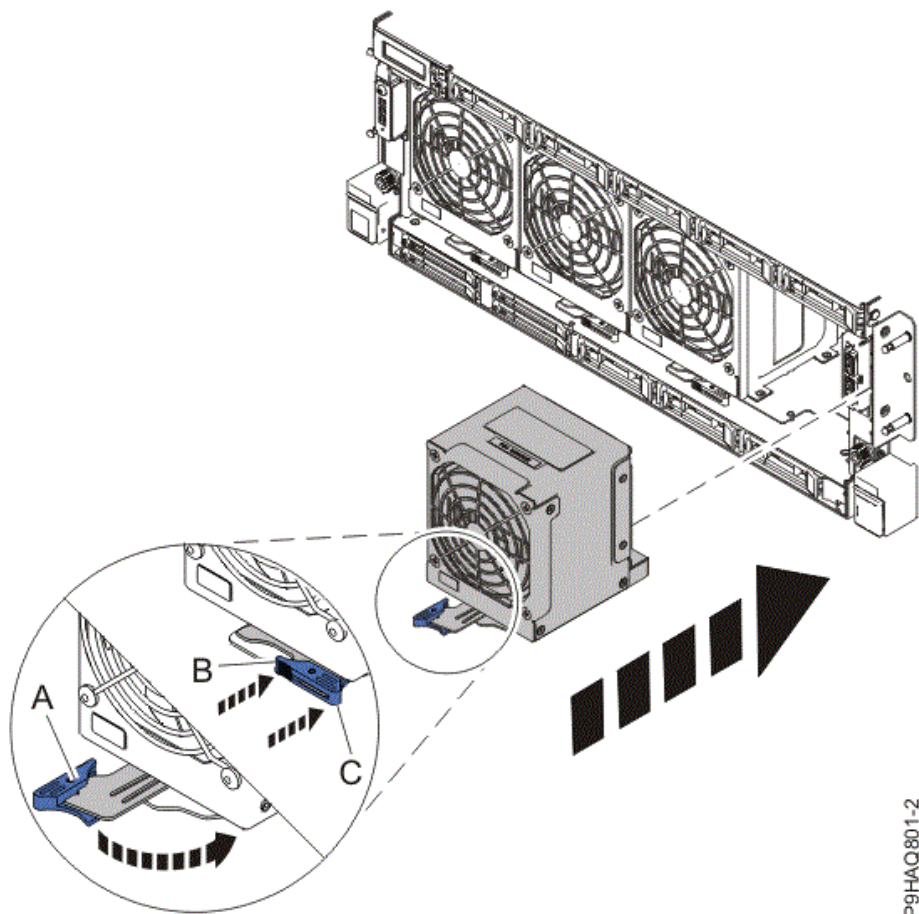

图 21 安装系统风扇
1. 移步到机柜前面。确保风扇手柄（A）在如图 21 所示方向上旋转打开。
3. 将风扇手柄（A）按图 21 所示方向旋转，按风扇手柄锁到位。